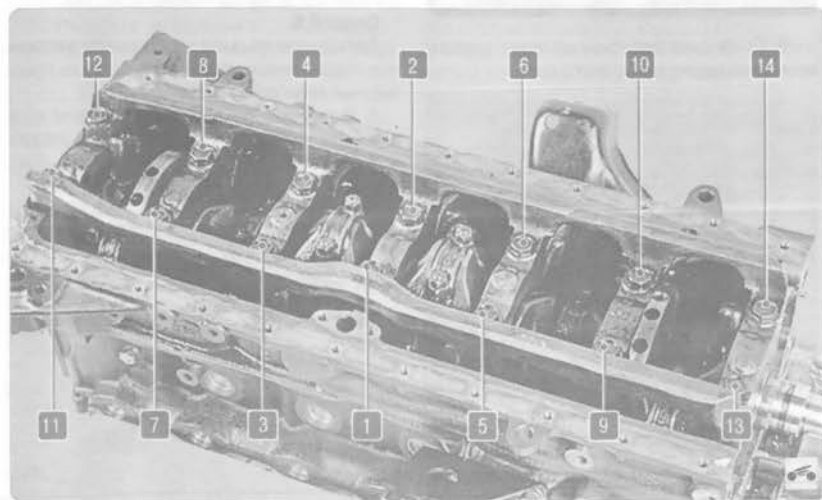

Рис. 5.15. Порядок затяжки болтов крепления рамы крышек коренных подшипников
6. Вверните болты крепления рамы крышек коренных подшипников и затяните их с требуемым моментом 47–53 Н·м (4,7–5,3 кгс·м) в порядке, указанном на рис. 5.15.
7. Нанесите немного моторного масла на резьбу установочных болтов. Вверните болты крепления рамы крышек коренных подшипников и затяните их требуемым моментом 46–52 Н·м (4,7–5,3 кгс·м) в порядке, показанном на рис. 5.15.
В позициях 1, 11, 12 (рис. 5.15) используют более длинные болты крепления.